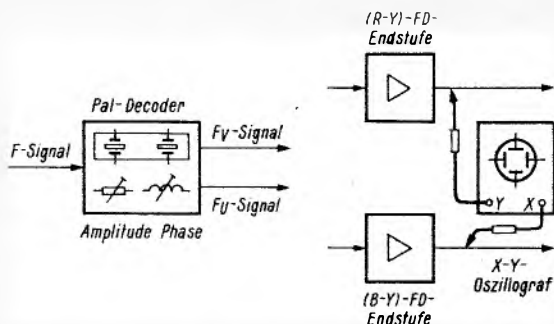

Bild 108. Meßanordnung bei Abgleich des Pal-Decoders nach der Phasendurchlaufmethode mit X-Y-Oszillografen
2. X-Y-Oszillograf an den $(B-Y)$ - und $(R-Y)$ -FD-Verstärker ausgang anschließen (Bild 108), und zwar Y-Eingang: $(R-Y)$, X-Eingang: $(B-Y)$.